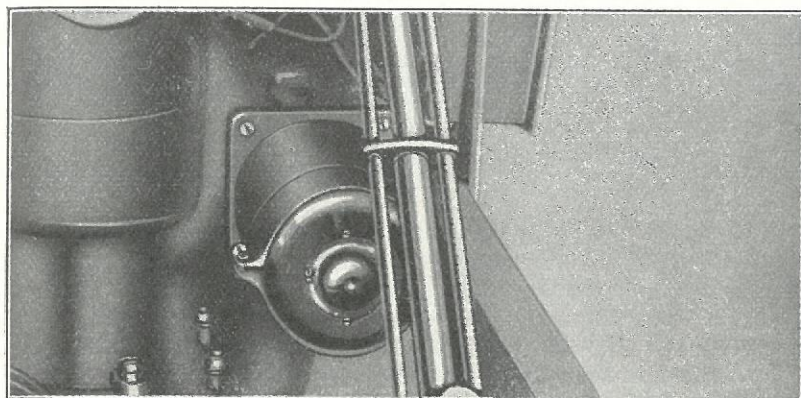

Fig. 297
- 505** Udtag Startmotorens fire Befæstigelsesskruer (Fig. 297).